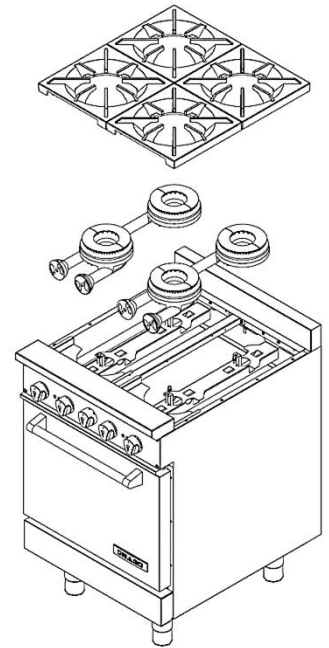

Fig. 2
1. Retirer les grilles et les brûleurs de l'équipement (Fig.2).